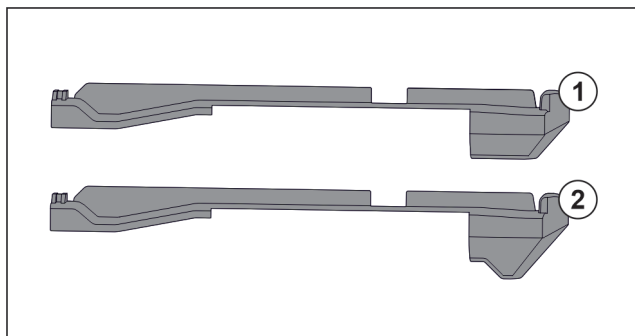

Fig. 125 Usporedba natičnih dijelova
U uređaju se nalaze dva različita natična dijela. Natični dio iznad najdonje ladice Fig. 125 (2) ima trokutasti rub. Svi drugi natični dijelovi Fig. 125 (1) imaju ravan rub.
- ▶ Postavite natični dio Fig. 125 (2) s trokutastim rubom iznad najdonje ladice.
- ▶ Postavite natični dio Fig. 125 (1) s ravnim rubom na svim drugim stranama.